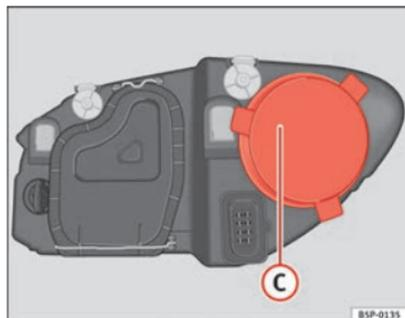

Fig. 186 Máximos
- Retirar a tampa ⇒ Fig. 186 C, puxando-a.